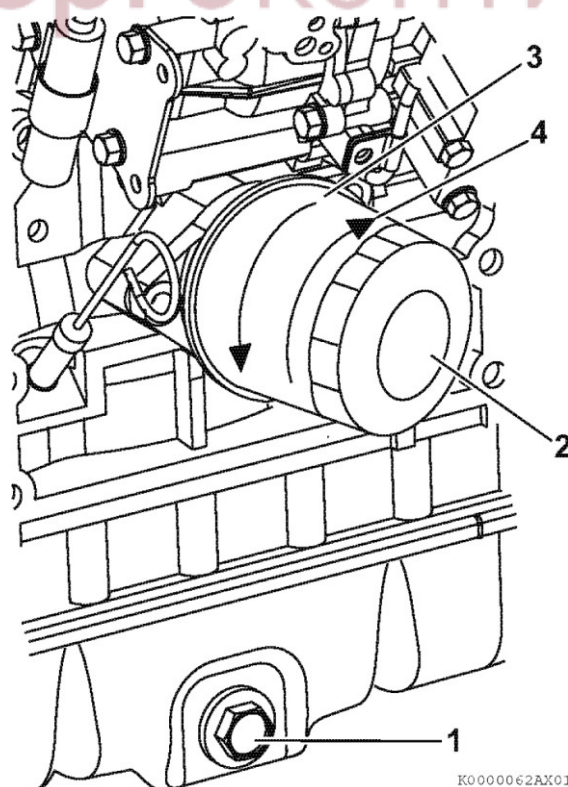

Рисунок 39
6. Откройте маслосливную пробку поддона картера (рисунок 39 (1)). Дайте маслу полностью слиться из картера.
7. После того, как масло полностью слилось из картера, прикрутите на место маслосливную пробку поддона картера (рисунок 39 (1)) и закрутите её с усилием 53.9 - 63.7 Н · м., 5.5 - 6.5 кгс · м).
1. Выкрутить масляный фильтр (рисунок 39 (2)), поворачивая его против часовой стрелки (рисунок 39 (3)) с помощью специального ключа для масляного фильтра.
3. Слегка смазать маслом уплотнительное кольцо нового масляного фильтра. Фильтр заворачивается на место без использования инструмента, только с помощью рук путем вращения по часовой стрелке (рисунок 39 (4)) до тех пор, пока он не войдет в контакт с посадочной поверхностью. Закрутить фильтр с усилием (19.6 - 23.5 Н·м, 2.0 - 2.4 кгс·м) или на один оборот с помощью специального ключа для масляного фильтра.